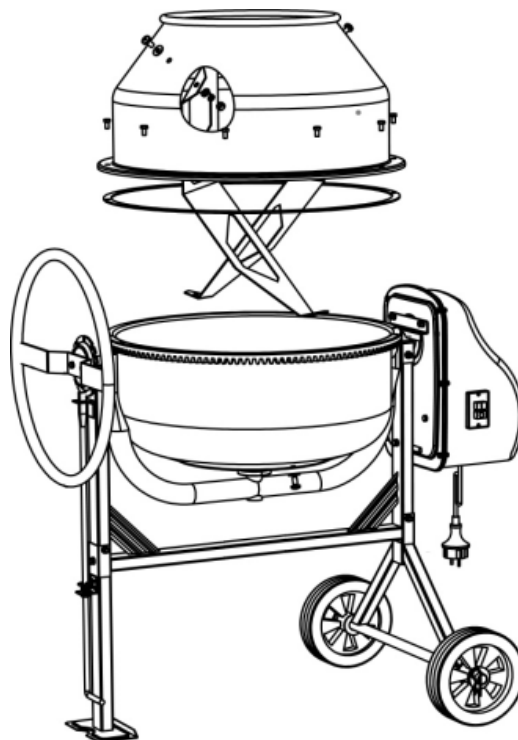

Fig.11
- Placez le joint en caoutchouc sur le tambour de mélange de l'unité inférieure (9), p.13, comme indiqué sur la Fig.11 page suivante.
- Placer l'unité supérieure du tambour de mélange (6) sur l'unité inférieure du tambour de mélange